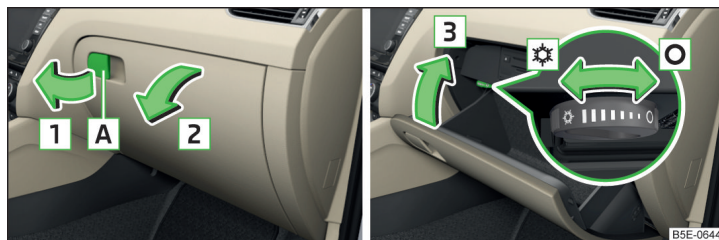

Fig. 104 Ouvrir le vide-poches / fermer le vide-poches et ouvrir la ventilation
- Tirez la poignée **A** dans le sens de la flèche **1** et rabattez le cache dans le sens de la flèche **2** » fig. 104
- Pour **ouvrir**, tournez l'interrupteur rotatif jusqu'à la butée dans la position **☼** » fig. 104.